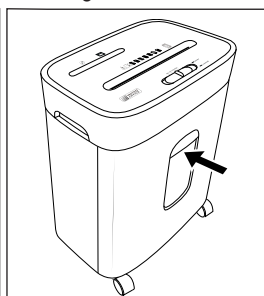

Fig. 4
- ◆ Poussez le grand collecteur **13** entièrement dans la base de l'appareil **15** (voir fig. 4).
- ◆ Poussez à nouveau le grand collecteur **13** entièrement dans la base de l'appareil **15** jusqu'à ce qu'il s'enclenche avec un clic audible (voir fig. 4).